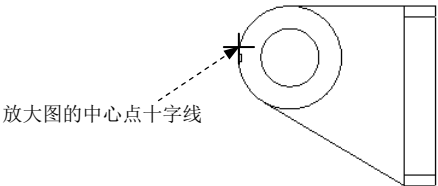

图 6.4.31 放大图的中心点
Step2. 在系统 **在一现有视图上选择要查看细节的中心点。** 的提示下，在图 6.4.31 所示的圆的边线上选择一点（在主视图的非边线的地方选择的点，系统不认可），此时在拾取的点附近出现一个红色的十字线。注意：如果移动或缩放视图区，此十字线将会消失，但这不妨碍操作的进行。